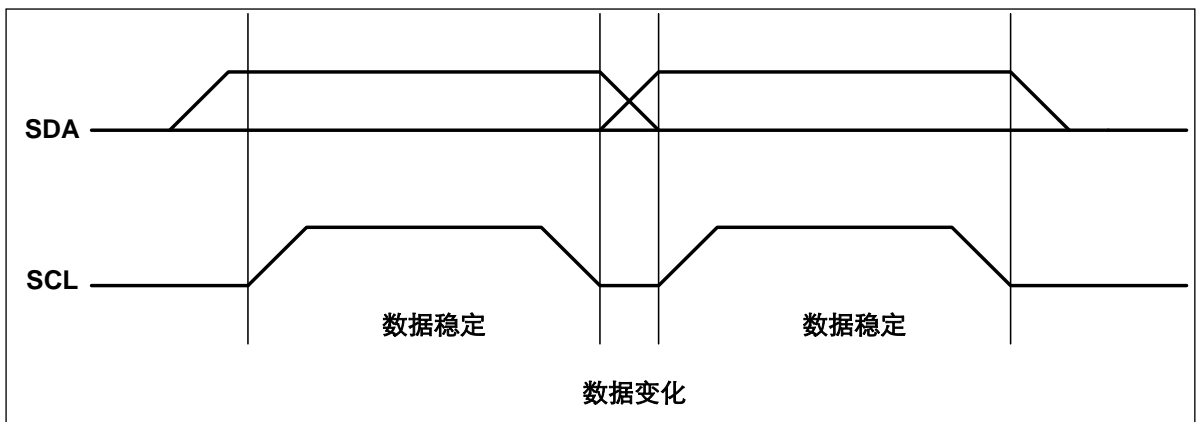

图 12-3 数据有效时序
**时钟有效时序:** SDA 引脚通常被外围器件拉高。SDA 引脚的数据应在 SCL 为低时变化(参见图 12-3); 当数据在 SCL 为高时变化, 将视为下文所述的一个起始或停止命令。